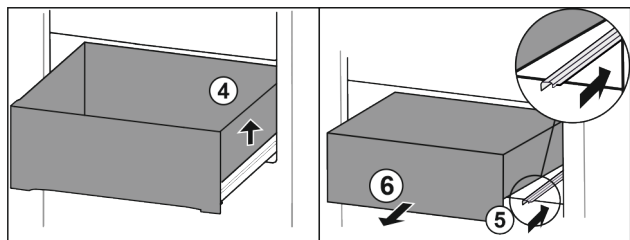

Fig. 24
- ▶ Nadvihnite zásuvku doprava. Fig. 24 (4)
- ▶ Zasuňte pravú koľajničku. Fig. 24 (5)
- ▶ Odoberte zásuvku dopredu. Fig. 24 (6)